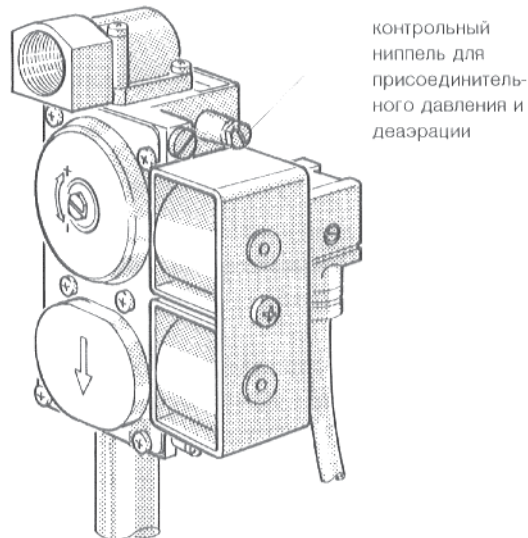

Рис. 31: арматура газовой горелки "SIT" 830 Tandem
- Ослабить запорный винт контрольного ниппеля, для присоединительного давления у арматуры газовой горелки (рис. 31 по 33), отвинтив его на два оборота; у "SIT" 830 Tandem устранить запорный винт.